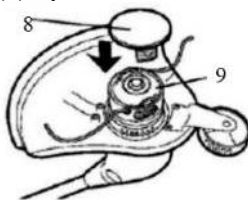

Рис.20
9.Вставьте держатель катушки (8) и убедитесь, что кнопки защелкнулись. См.рис.20